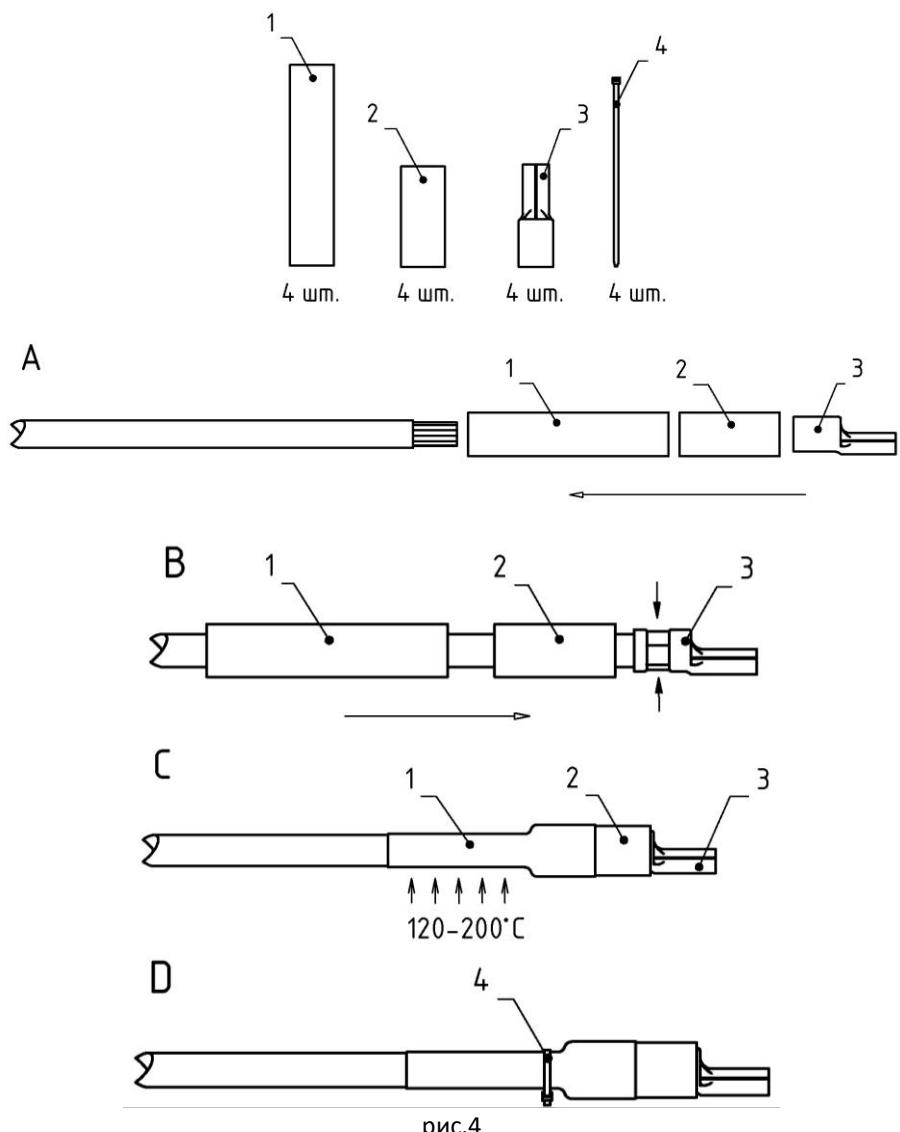

рис.4
- 6.7. Перед подключением вводного кабеля, необходимо произвести опрессовку и изоляцию наконечников проводов кабеля, согласно указанному на рис. 4 порядку:
- 6.8. А - перед опрессовкой наконечников на провод надеть термоусадочную трубку (1) и изолятор наконечника (2) (см. рис. 4);
- 6.9. В - опрессовать наконечник (3), надеть на него изолятор (2), а затем на изолятор надеть термоусадочную трубку, как показано на рис. 4 (при необходимости, для облегчения надевания изолятора (2) на наконечник (3), прогреть изолятор строительным феном до 100-150 °C);